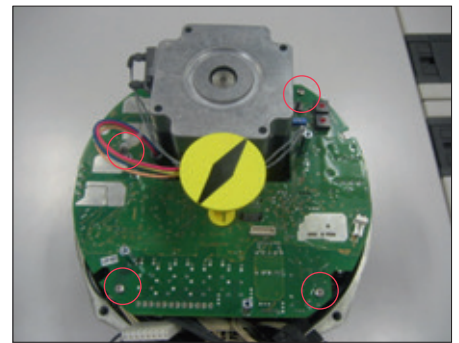

Abb. 42
- Drehen Sie die drei Distanzstücke ein und lösen Sie die Befestigungsschraube des Motorkabels (Abbildung 42).